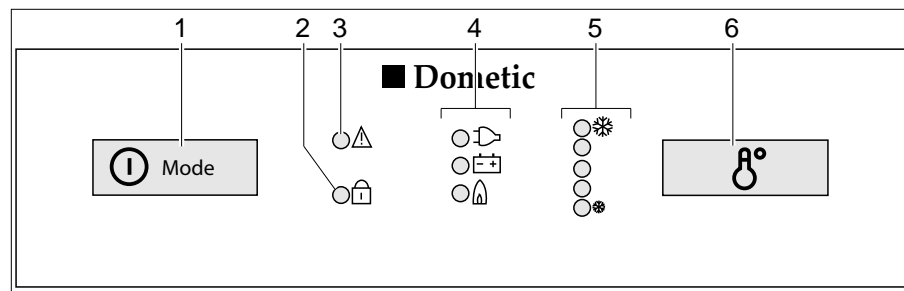

Bild 321 Bedienelemente für den Kühlschrank (Dometic 8er-Reihe mit MES)
- Den Einschalter/Energie-Wahlschalter (Bild 321,1) 2 Sekunden lang drücken, um das Gerät einzuschalten. Die LED der zuletzt gewählten Betriebsart leuchtet auf.
- Ggf. den Einschalter/Energie-Wahlschalter (Bild 321,1) mehrmals kurz drücken, bis die Betriebsanzeige Gas "🔥" aufleuchtet. Die Gaszufuhr ist geöffnet. Der Zündvorgang erfolgt automatisch. Ein tickendes Geräusch ist hörbar, bis der Zündvorgang erfolgreich abgeschlossen ist.
- Die Kühltemperatur mit dem Schalter für die Temperatureinstellung (Bild 321,6) einstellen.
- Ggf. den Einschalter/Energie-Wahlschalter (Bild 321,1) mehrmals kurz drücken, bis die Betriebsanzeige 230 V "⚡" aufleuchtet.
- Ggf. den Einschalter/Energie-Wahlschalter (Bild 321,1) mehrmals kurz drücken, bis die Betriebsanzeige 12 V "⚡" aufleuchtet.